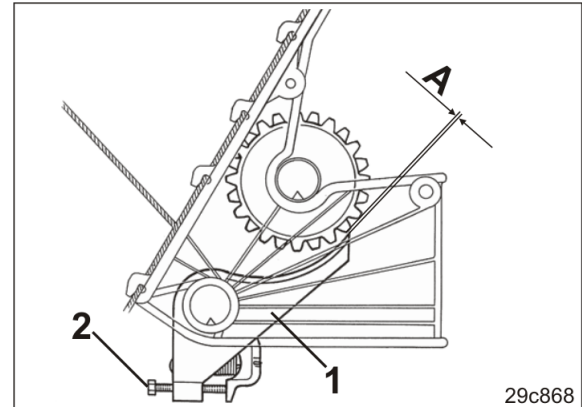

Fig. 115
2. Kontrollér, at bundklapperne (Fig. 115/1) går let.
Afstand "A" (Fig. 115) mellem bundklappen og såhjulet er 0,1 til 0,5 mm.
5. Indstil den foreskrevne afstand med bolten (Fig. 115/2).